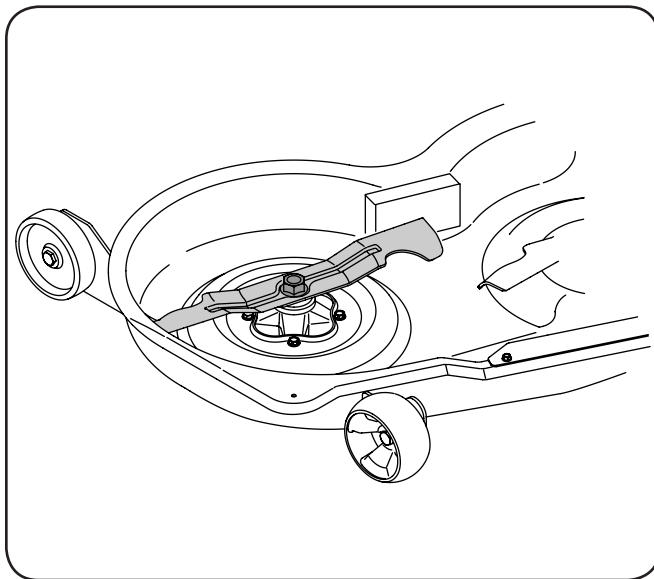

Figure 7-3
2. Coloque un bloque de madera entre el deflector del alojamiento central de la plataforma y la cuchilla de corte, para que actúe como estabilizador. Vea la Fig. 7-3.
3. Extraiga la tuerca de brida hexagonal que asegura la cuchilla al montaje del husillo. Vea la Fig. 7-3.